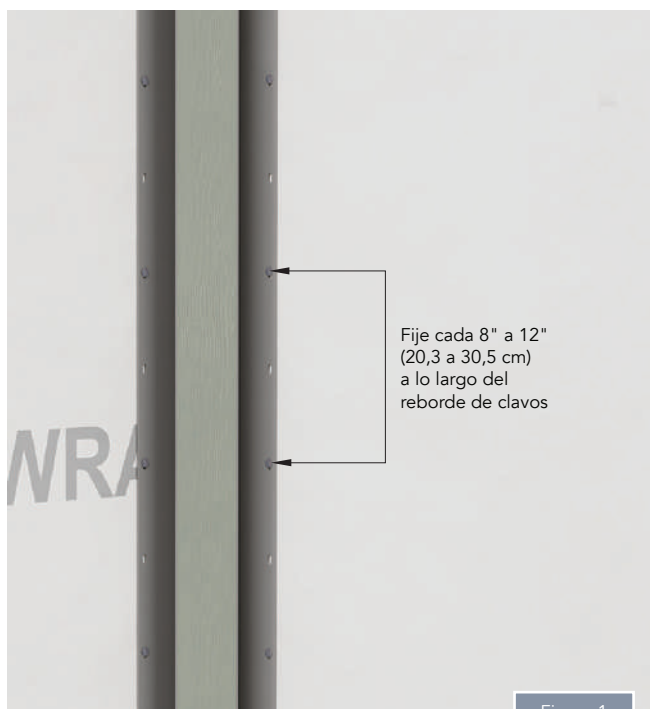

Figura 1
- Instale utilizando tornillos o clavos libres de corrosión a lo largo de los rebordes de clavos en ambos lados de la vista de la esquina interior cada 8" a 12" (20,3 a 30,5 cm) (Figura 1).